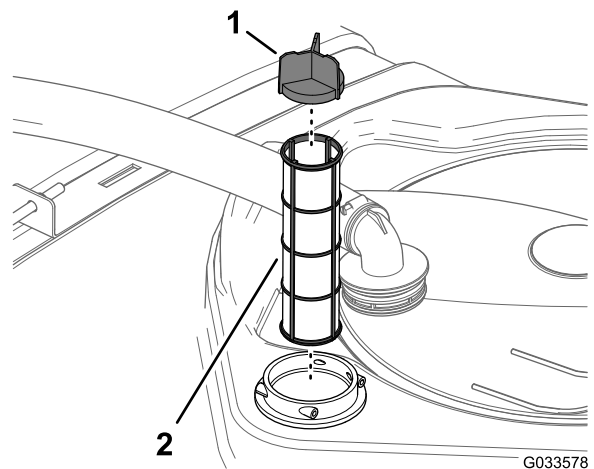

図 102
4. フィルタハウジングタンク内部から古いフィルタを取り出す 図 102。